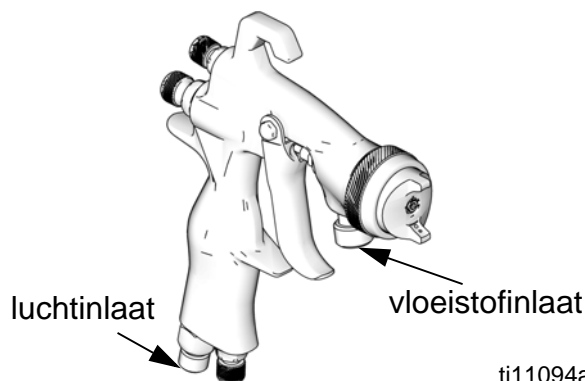

FIG. 1
- Sluit schone, droge, gefilterde perslucht aan op de luchtinlaatfitting. Zie FIG. 1.
- Sluit de vloeistofslang aan op de fitting van de vloeistofinlaat. Zie FIG. 1.